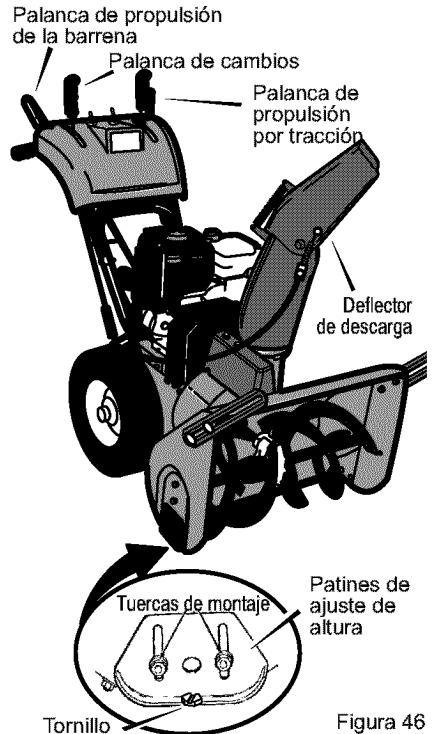

Figura 46
La Figura 46 muestra el quitanieves completamente ensamblado.
4. Para propósitos de envío, los **patines de ajuste de altura**, van sujetos a la plataforma de envío. Saque el **tornillo** que sujeta cada **patín** a la plataforma. Vea la Figura 46.